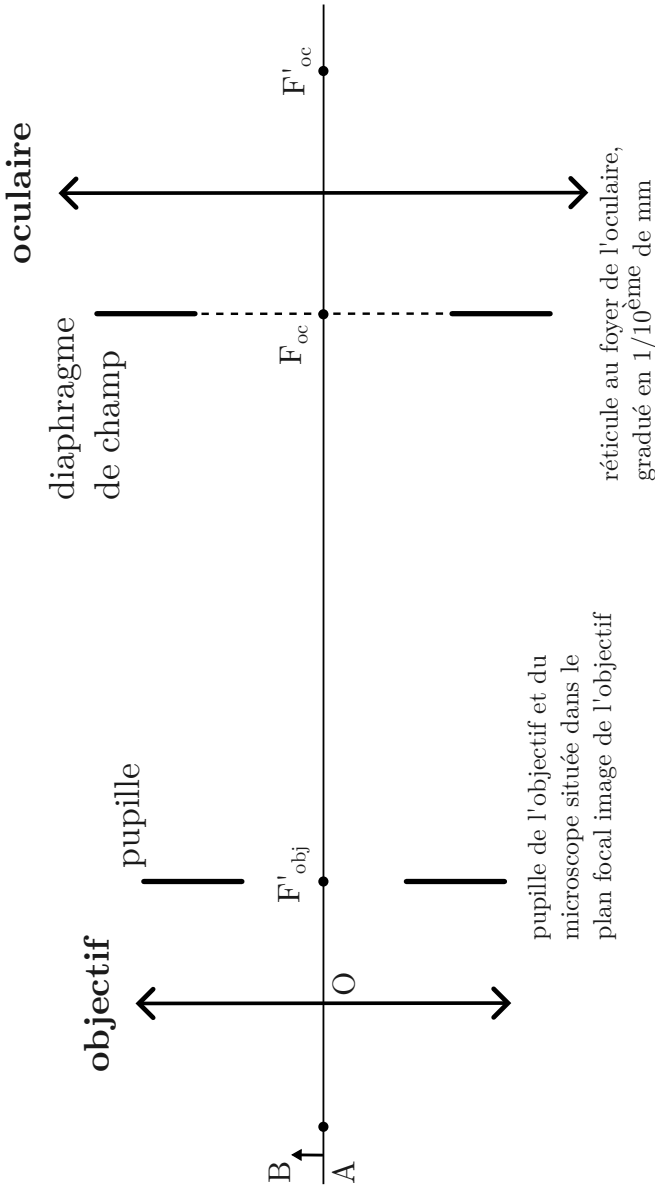
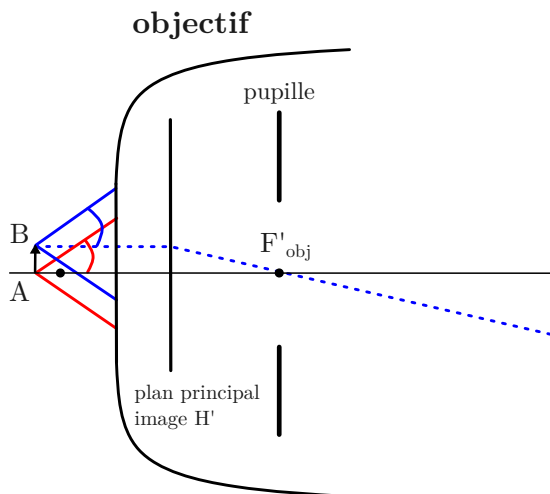

FIGURE 1.1 – Schéma de principe du microscope.
FIGURE 1.2 – Objectif réel de microscope.
Le travail de préparation consiste à compléter la figure 1.1 et à répondre aux questions **P1** à **P6**. Vous montrerez vos résultats à l'enseignant·e en début de séance.
**P1** Complétez le schéma de principe du microscope sur la figure 1.1 en traçant un faisceau de rayons issu d'un objet A sur l'axe, s'appuyant sur la pupille et qui traverse tout l'instrument. Ajoutez sur le schéma les angles d'ouverture objet et image du système, notés  $\alpha$  et  $\alpha'$ .
En réalité, les objectifs de grandissement supérieur à 2,5 ne peuvent pas être approximés par une lentille mince comme sur la figure 1.1. Les vrais objectifs, comme ceux que vous allez utiliser pendant ce TP, sont composés d'au moins 5 lentilles. Il faut alors considérer la figure 1.2, sur laquelle est représenté le plan principal image H' du système optique complexe qu'est l'objectif de microscope. Sur cette figure est mis en évidence le télécentrisme objet de l'objectif : les ouvertures numériques côté objet des rayons issus des points A et B sont égales. Par ailleurs, la relation des sinus d'Abbe est bien vérifiée pour l'objectif de microscope.